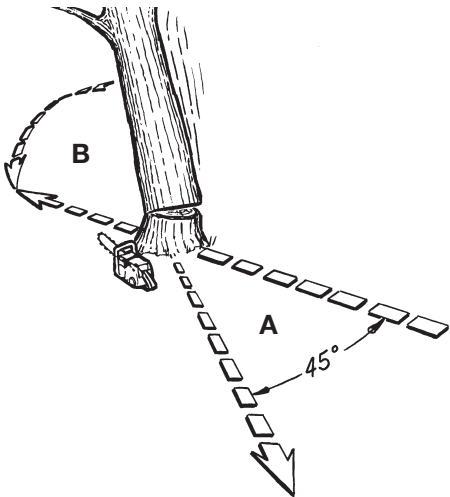

Fig. 12
ADVERTENCIA: Debe planearse una ruta de escape (A) antes de iniciar el corte. La ruta de escape debe establecerse hacia detrás y diagonalmente a la línea de caída esperada, como ilustra la Fig. 12.
ADVERTENCIA: Cuando el corte se aproxime a la bisagra, el árbol comenzará a caerse. En ese momento debe retirar la sierra del corte, parar el motor, dejar la sierra en el suelo, y abandonar la zona siguiendo la ruta de escape (Fig. 12).